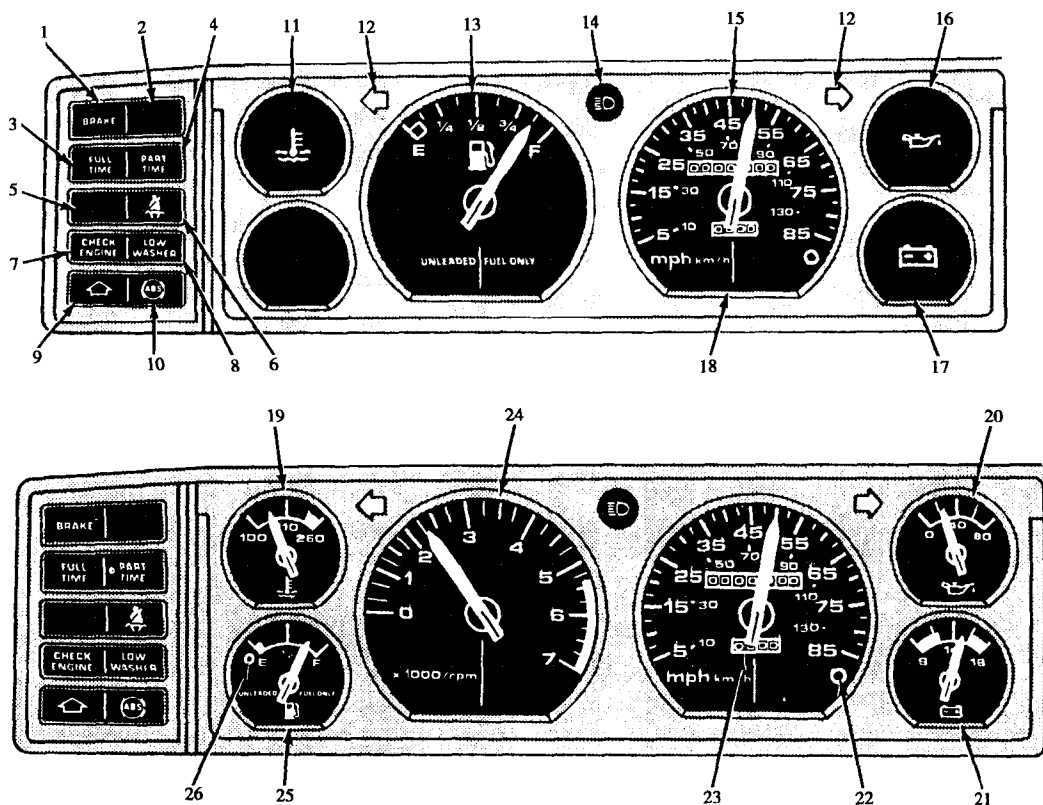

图 1-12 仪表板
该车所装的仪表板如图 1-12 所示的两种型式中的一种。在仪表板上装有各种仪表和警告、指示灯,主要有:
冷却液温度表(图 1-12 中 19)用以指示发动机冷却液温度,若其指针落在表盘红区,表示发动机过热。冷却液温度警告灯(图 1-12 中 11)若亮,表示发动机过热。
润滑油压力表(图 1-12 中 20)用以指示发动机润滑油压力(主油道中的润滑油压力)。汽车在行驶中润滑油压力应为 138 ~ 414kPa,发动机怠速运转时应为 90kPa。润滑油油压警告灯(图 1-12 中 16)若亮,表示发动机润滑油油压过低。
汽油量表(图 1-12 中 13、25)用以指示汽油箱中所储存的汽油量(相对量),若汽油量警告灯(图 1-12 中 26)亮,表示汽油箱所储存的汽油量不到 7.6L。
电压表(图 1-12 中 21)用以指示充电电压(发动机运转时)或蓄电池电压(接通点火电路但发动机还未起动时),电压的正常工作范围应为 11 ~ 15V。若充电警告灯(图 1-21 中 17)亮,表示充电电压或蓄电池电压过低。
车速表(图 1-12 中 15)用以指示汽车行驶速度,单位为 km/h(表盘内圈数字)。
里程表(图 1-12 中 18)用以指示汽车总行驶里程,期间里程表(图 1-12 中 23)指示汽车在某一期间行驶的里程,按下归零钮(图 1-12 中 22),期间里程表读数回归到零。
发动机转速表(图 1-12 中 24)用以表示发动机转速,单位为 r/min。
8. 制动和制动液压力警告灯(图 1-12 中 1)亮时,表示已施加驻车制动,解除驻车制动后该灯应灭。若仍亮,表示制动液压力过低或制动液液面过低。
9. 安全带指示灯(图 1-12 中 6)亮时,表示驾驶员未系好安全带。
10. “CHECK ENGINE”(检查发动机)灯(图 1-12 中 7)在汽车行驶中亮时,表示电控汽油喷射发动机有故障,应将汽车开到维修点进行维修。
11. 升档指示灯(图 1-12 中 9)在汽车行驶中亮时,表示应将变速器挂高一档。
12. 大灯远光指示灯(图 1-12 中 14)亮时,表示汽车大灯为远光。
13. 挡风玻璃清洗液警告灯(图 1-12 中 8)亮时,表示挡风玻璃清洗液液面过低。